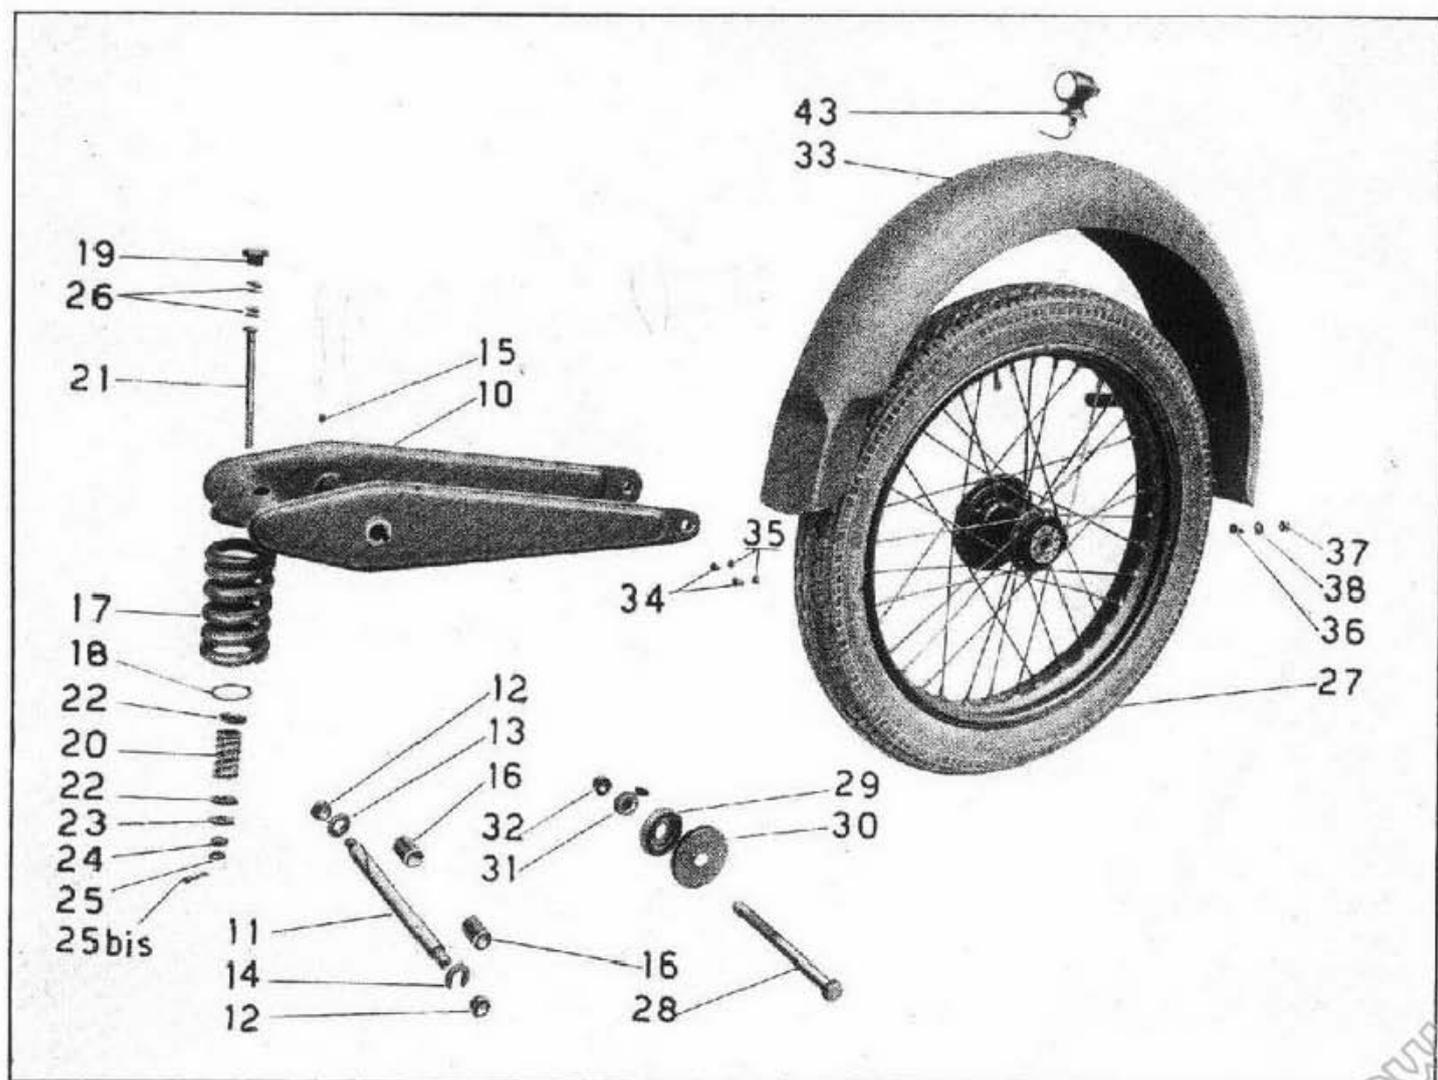

Fig. 10 - Forcellone oscillante, ruota, parafrangente, fanalino laterale
(vedere fig. 10 e 11)
(vedere fig. 10)
*(vedi fig. 10)*